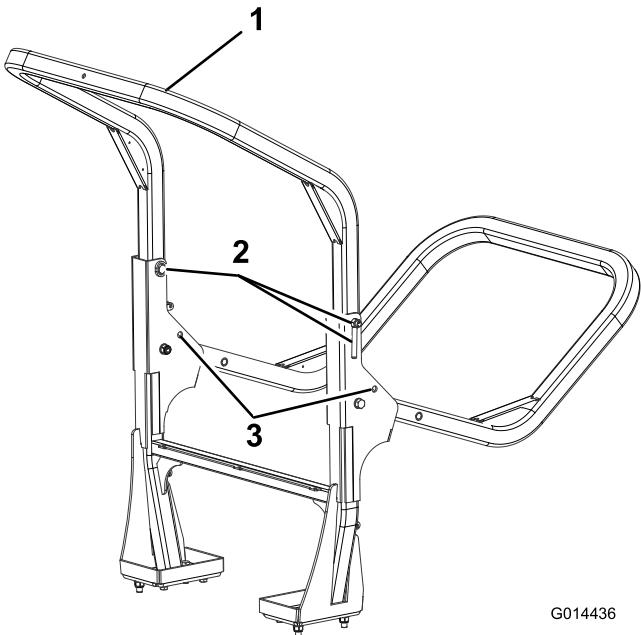

Figure 30
2. Soutenez le poids de l'arceau de sécurité quand vous enlevez les écrous moletés, les rondelles et les boulons de fixation des supports de pivot (Figure 30).